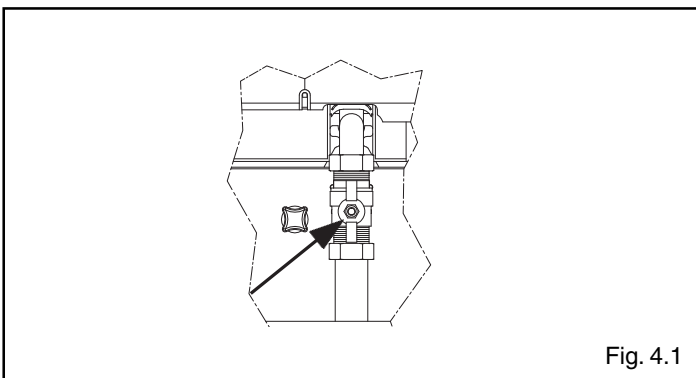

Fig. 4.1
- abrir el grifo del gas para permitir el flujo del combustible (fig. 4.1)
- abra a torneira do gás para consentir o fluxo do combustível (fig. 4.1)